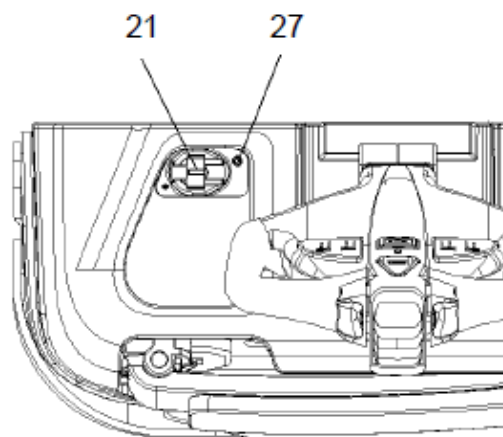

Fig.16: LED status
Estacione a empilhadeira em uma área segura com uma fonte de energia. Abaixе os garfos e remova a carga. Desligue a empilhadeira e remova o cabo mola (21) e conecte na tomada. O carregador começará a carregar a bateria. A bateria estará totalmente carregada quando a luz verde estiver ligada (fig. 16, 27), e o carregador entra em modo flutuante para evitar danos à bateria. Quando o carregamento estiver concluído, desconecte o conector da tomada e coloque-o local designado.